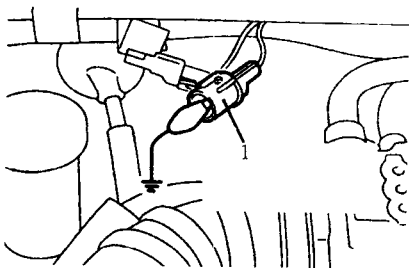

图 12 识别正时插接器——海市蜃楼车
(1) 海市蜃楼 (Mirage) 车
①根据产品说明书安装正时灯。
②找到发动机前部的正时标记线和曲轴带轮上的标记刻痕,并且附上记号,便于用正时灯辨认,在发动机上连接一块转速表。
③起动发动机使它达到正常工作温度。
④检查发动机怠速是否符合要求。
⑤关闭发动机。
⑥找出点火正时调整插接器 (棕色) (图 12),连接一根跨接线使插接器可靠接地。